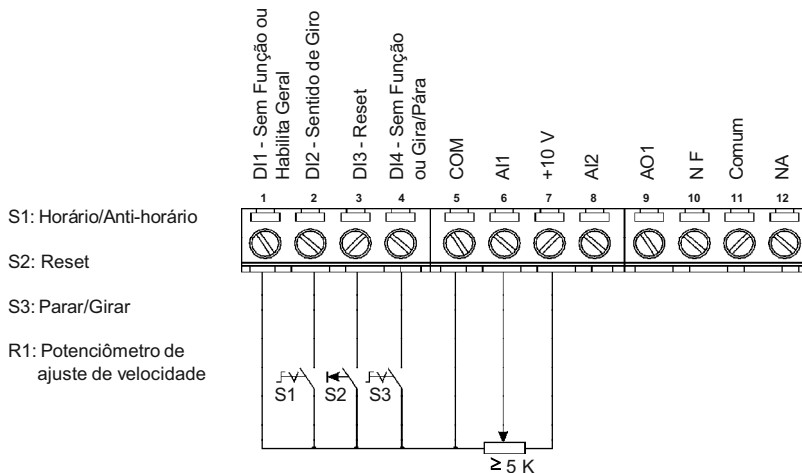

Figura 3.16 - Conexão do controle para acionamento 2
A figura 3.16 a seguir representa a conexão nos bornes do inversor para este tipo de acionamento.
- ☑ A referência de frequência pode ser via entrada analógica AI1 (como mostrado na figura 3.16), via HMI-CFW08-P, ou qualquer outra fonte (consulte a descrição dos parâmetros P221 e P222).